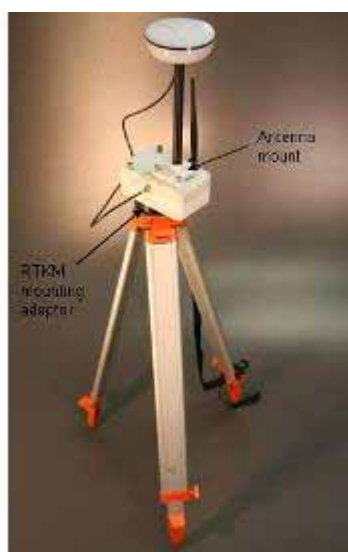

图 16. RTK 基站的硬件配置
采集高质量的 RTK 数据，需要有二个部件 - 安装在船体上的 RTK PCM 模块和 RTK 基站。图 16 显示了安装有 RTK 选项时，采用蓝牙通讯方式的配置。
4. 图 16 显示了已经安装好的 RTK 基站和三脚架的照片。三脚架的安置位置应尽可能靠近测量的断面附近（可视距离应小于 2 公里），三脚架自身也应尽可能保持水平的姿态和稳固。如果可能的话，RTK 基站的位置还应尽可能地避开桥梁、建筑物、或者大树等。这些障碍物都有可能限制了要获得 RTK 校正信号所需要有效卫星数，同时，也会增加寻找卫星的时间。